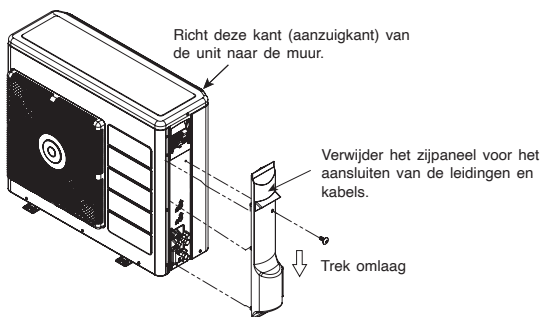

Afbeelding 1
- De afstanden voor vrije ruimte aan de boven-, rechter- en linkerkant worden in afbeelding 1 weergegeven. Minstens drie van de zijden moeten vrij staan.